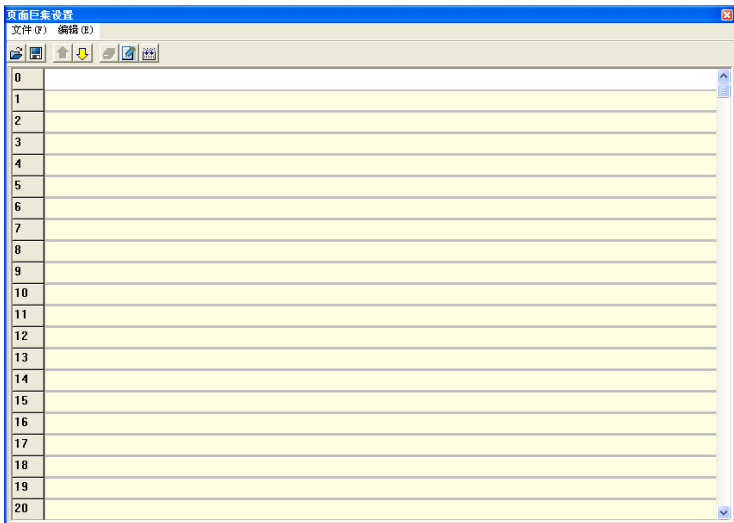

图 5-12 巨集编辑器
用于对任一页面设置巨集程序，当切换到该页面时，TP人机将周期性执行设置的程序，可单击 页面设置 (L) > 页面巨集设置 (M) ，或是在此页面上单击右键开启 右键快捷选项 > 页面巨集设置 。将开启页面巨集设置窗口，设置如图 5-12。